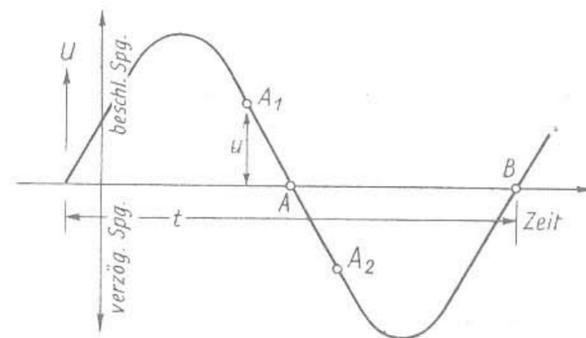

Abb. 4. Prinzip des Synchrotrons
evtl. auch ohne Anzeigesystem, eingesetzt werden, und zwar eine Triode oder auch eine Pentode (Abb. 4). Da es sich um eine normale NF-Stufe handelt, erübrigen sich nähere Erläuterungen dazu. Ebenfalls ein Verstärkersystem enthalten die Typen EFM 1, EFM 11 und UFM 11, und zwar eine Regelpentode (Abb. 5). Der Ersatz erfolgt nach Abb. 6 durch eine Pentode. Handelt es sich um eine Regelpentode, so kann die Regelspannung wie in Abb. 5 angelegt werden, andernfalls ist der Gitterableitwiderstand mit Masse zu verbinden. Die Größen der Schaltelemente sind hier nicht angegeben, da sie sich nach den verwendeten Ersatzröhren zu richten haben; im allgemeinen werden sie von den bereits vorhandenen Werten kaum wesentlich abweichen.
mit der Geschwindigkeit zunimmt, wobei  $m_0$  die „Ruhemasse“ des Teilchens und  $c$  die Lichtgeschwindigkeit bezeichnet. Die Geschwindigkeit eines im Zyklotron beschleunigten Teilchens erreicht beim Austritt etwa  $1/10 c$ , was nach (4) eine Massenzunahme von  $1/2\%$  bedeuten würde. Das bewirkt aber, daß das Teilchen nach vielen Umläufen — es sind ja einige hundert — außer Tritt kommt. Die von M. C. Millan und etwa gleichzeitig von Veksler geäußerte Idee überlistet gewissermaßen die Zunahme der Teilchenmasse mit zunehmender Geschwindigkeit und schließt insofern an das Betatron an, als man die Teilchen  $10^5$  und mehr Umläufe machen läßt. Wir stellen uns zunächst ein Teilchen vor, das immer dann gerade den Schlitz der beiden D-Elektroden passieren soll, wenn die HF-Spannung den Wert Null hat (Abb. 4). Innerhalb einer Schwingung von der Zeitdauer  $t$  gibt es zwei derartige Nullstellen A und B. Das Teilchen wird in Resonanz sein, jedoch keine Energie beim Durchqueren des Beschleunigungsraumes aufnehmen. Beim nächsten Umlauf soll es etwas früher, etwa bei  $A_1$ , eintreffen. Es trifft im